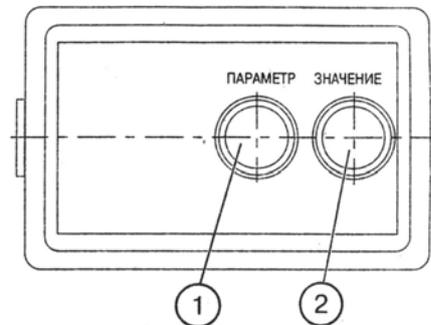

Рис. 2. Пульт управления (А3):
- при остановленном тракторе после установки выключателя стартера и приборов в положение «I» на дисплее (7) появляется индикация (5) наработки двигателя в часах;
- при движении трактора на дисплее (7) появляется индикация (6) скорости движения трактора (км/ч), при этом индикация (5) исчезает. Электрический сигнал скорости движения поступает от датчиков скорости, установленных на крышке заднего моста (BV1, BV2). Показания скорости осуществляются по сигналу с датчика, установленного на шестерне конечной передачи колеса, вращающегося с меньшей частотой. Расчетная скорость выше действительной, т.к. не учитывается буксование трактора;
- после запуска двигателя стрелочный указатель (8) перемещается по круговой шкале (1) для индикации частоты вращения коленчатого вала двигателя. Одновременно на дисплее (4) появляется индикация частоты вращения ВОМ (об/мин) Шкала (3) - для ВОМ I и шкала (2) - для ВОМ II. Электрический сигнал частоты вращения подается с фазной обмотки генератора.
1.2 Пульт управления тахоспидометром (рис. 2)
— нажмите кнопку (1) для входа в режим программирования (рис. 2).